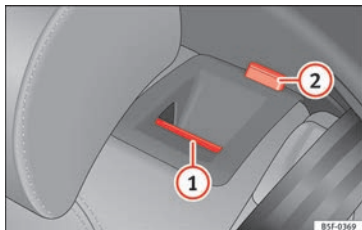

Fig. 143 Sullo schienale del sedile posteriore: tasto di sblocco (1); tacca rossa (2).
- Tirare il tasto di sblocco » **fig. 143 (1)** in avanti e, contemporaneamente, abbattere lo schienale.
- Lo schienale posteriore è sbloccato quando si vede la tacca rossa sul tasto (2).
Lo schienale posteriore è sbloccato quando si vede la tacca rossa sul tasto » **fig. 143 (2)**.